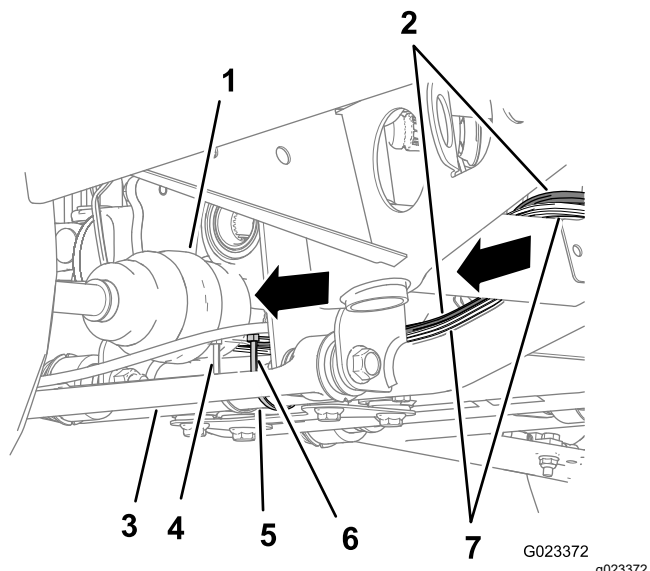
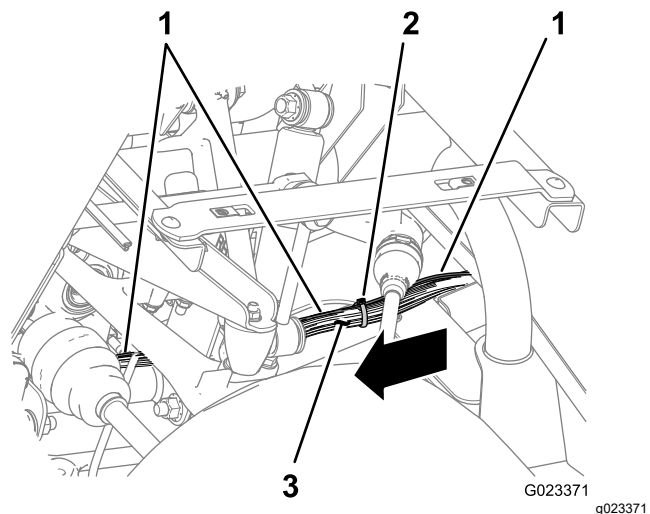
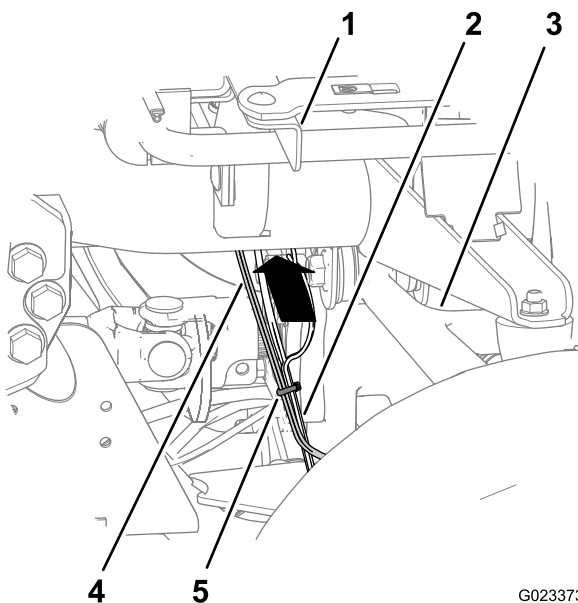

図 25
図 26
図 27
5. キットのワイヤハーネスを、下フレームチューブに沿ってさらに敷設し、上コントロールアームの後ろから立ち上げて運転席の後サポートチャンネル鋼まで敷設する **図 25**、**図 26**、**図 27**。
6. キットのワイヤハーネスを、後メインハーネスに固定するケーブルタイを使用して図 26と図 27に示すように2ヶ所で縛る。
7. キットのワイヤハーネスを、下フレームチューブに固定するケーブルタイを使用して図 25に示す位置で縛る。